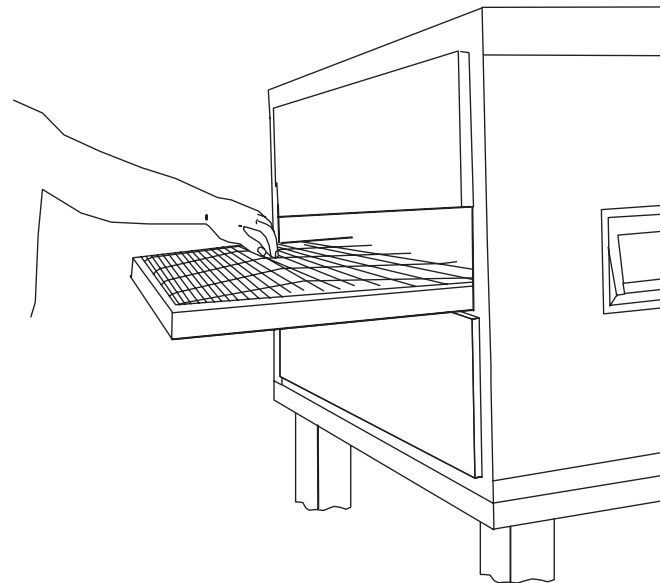

Abbildung 4-26.
2. Stellen Sie die Förderband-Spannschrauben (an der linken Ofenseite) ein, bis 3" - 4" (75mm bis 102mm) nicht überschritten werden, siehe Abbildung 4-26. Ist die Spannung in Ordnung, können Sie direkt am Punkt "J. Befestigung der Antriebskette" fortsetzen. Ist das Band noch locker, dann folgen Sie mit dem Schritt 3 unten.